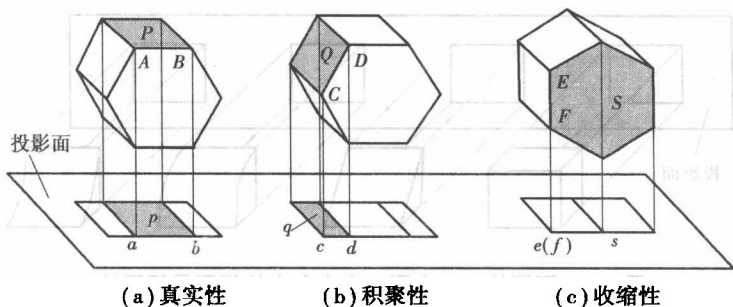

图 1.6 正投影的基本特性
正投影有 3 个基本特性,如图 1.6 所示。
(1)真实性。物体上的平面(或直线)与投影面平行时,其投影反映实形(或实长),如图 1.6(a)所示。
(2) 积聚性。物体上的平面(或直线)与投影面垂直时,其投影积聚为一直线(或一点),如图 1.6(b)所示。
(3) 收缩性。物体上的平面(或直线)与投影面倾斜时,其投影缩小(或变短),并产生变形,如图 1.6(c)所示。